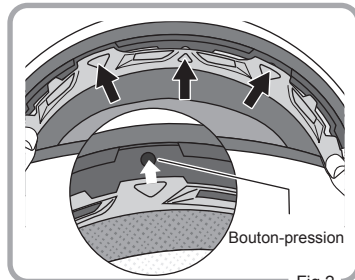

Fig.2
2. Fäst de tre tryckknapparna framtill som visas i Fig.2.